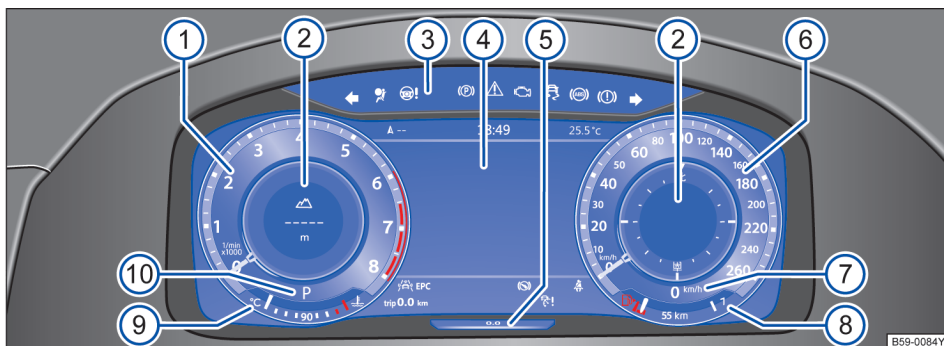

图 15 仪表板中的主动信息显示系统。
仪表描述 → 图 15:
欲选择一系列具体信息属性，请转至组合仪表显示屏中的 **视图** 菜单项 → 第 21 页。主动信息显示系统在表盘中心 → 图 15 ② 显示额外信息，具体取决于您选择的信息属性。以下信息属性可供选择：